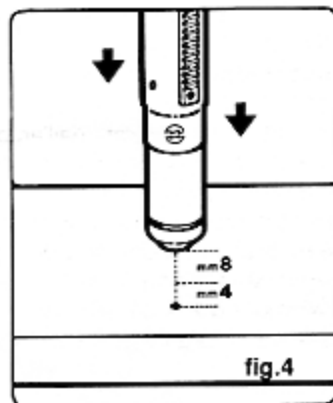

fig.4
- nell'impiego in automatico (vedi fig.4) tenere l'ugello distante 7/8 mm dal pezzo e se possibile dopo aver fatto il foro avvicinarlo a c.a. 4 mm. Non forare spessori superiori a 10/12 mm. Per spessori superiori è necessario preforare il materiale prima del taglio.